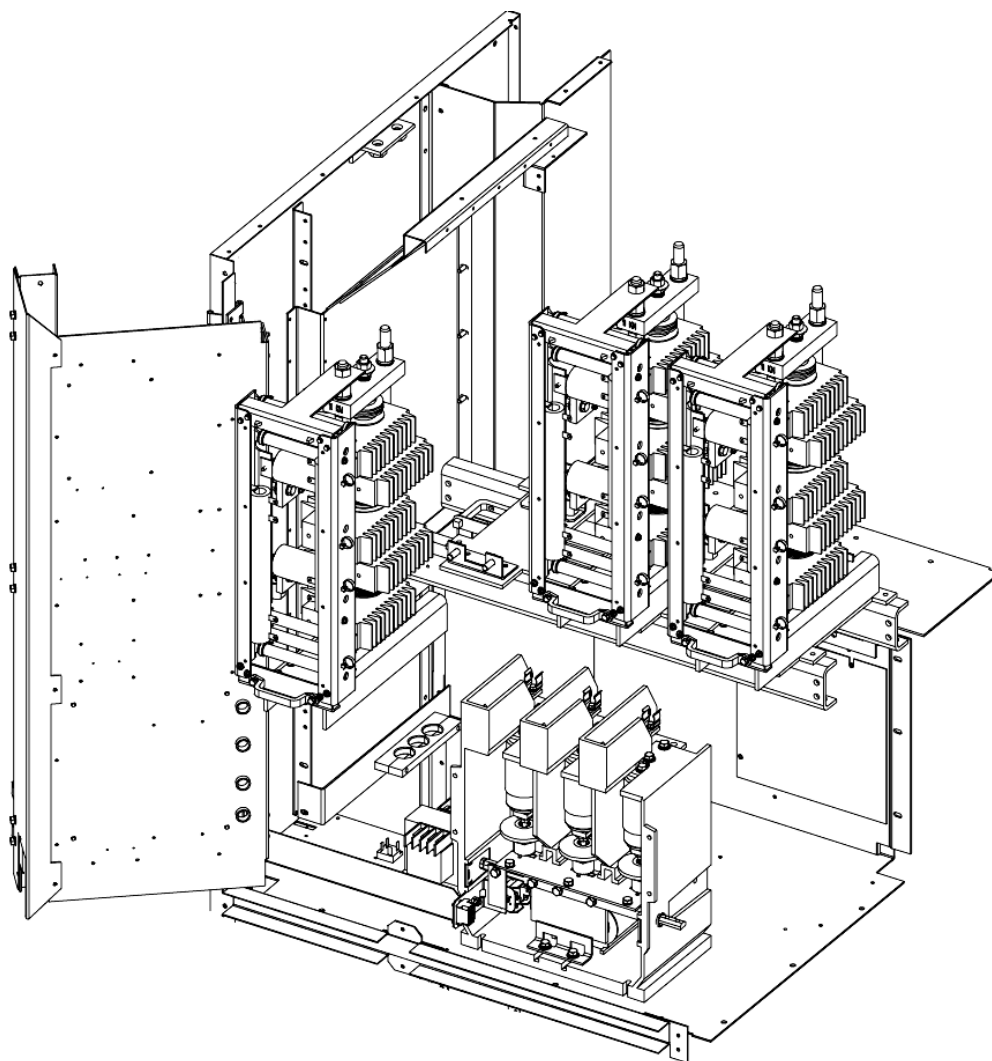

Рис. 9.4 - Верхняя низковольтная панель и детали конструкция силового элемента (1562E)
2. Чтобы обслужить модуль фазы А, может потребоваться снять двери отсека с высоковольтными элементами и повернуть низковольтную панель (только для шкафов шириной 36 дюйма типа Two-High); см. низковольтную панель на рис. 9.4.